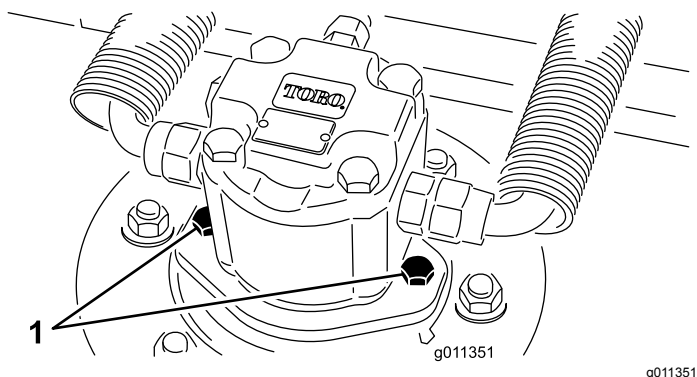

図 55
2. デッキから油圧モータを外す 図 55。異物がつかないように、スピンドル上部にはカバーを掛けておく。
4. デッキに油圧モータを取り付ける 図 55。Oリングを忘れずに、また、損傷させないように注意して取り付ける。